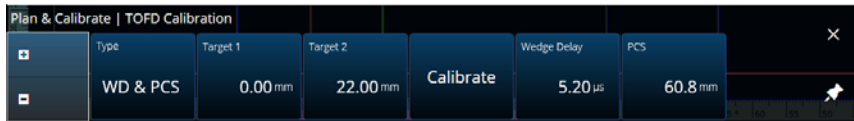

図 4-8 TOFD Calibration (TOFD 校正) – WD & PCS
TOFD Calibration (TOFD 校正) タブでは、カーソルの測定値が時間ではなく深さに変換されるよう、TOFD グループを校正できます。これは通常解析中に行いますが、先に行うことができます。TOFD 校正のプロセスは簡略化されており、校正ウィザードを用いずに行います。TOFD Calibration (TOFD 校正) オプションにアクセスするには、Plan & Calibrate (計画と校正) > TOFD Calibration (TOFD 校正) を選択します (195 ページの図 4-8 および 195 ページの表 78)。
1. 校正タイプを選択します (195 ページの図 4-8 および 195 ページの表 78)。